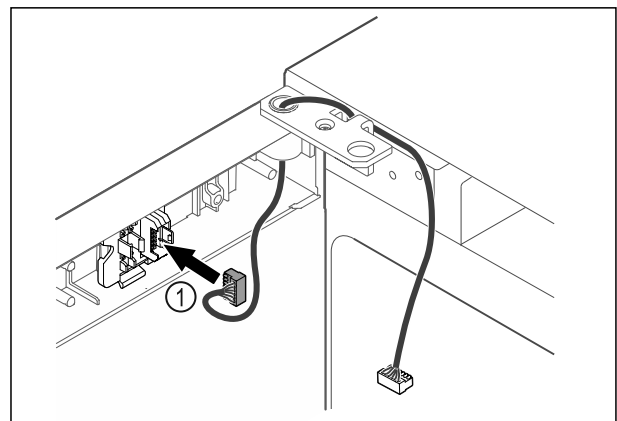

Fig. 44
- Inserire il connettore Fig. 44 (1) nel supporto connettori.